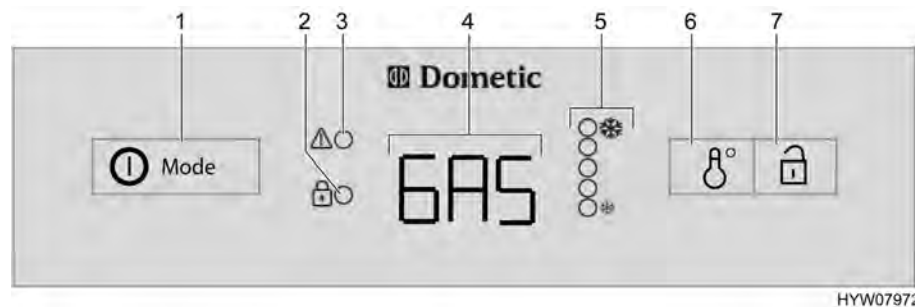

Fig. 159 Boutons de commande pour le réfrigérateur (Dometic Série 8 avec AES)
En cas de dysfonctionnement, l'indicateur DEL de dysfonctionnement "⚠" (Fig. 159,3) clignote.
Lorsque l'alimentation 230 V n'est **pas** branchée et le moteur du véhicule est à l'**arrêt**, le AES choisira automatiquement l'alimentation en gaz. Dès que le fonctionnement au gaz est activé, la veilleuse de sécurité s'ouvre automatiquement, de sorte que le gaz peut arriver au brûleur. En même temps, l'allumage électronique est connecté. Si la flamme s'éteint, p. ex. en raison d'un courant d'air, l'allumage s'active automatiquement et rallume le gaz. En cas de dysfonctionnement du régime au gaz, le texte "GAS" clignote dans le voyant de contrôle (Fig. 159,4).
Lorsque le réfrigérateur est mis en marche, il choisit automatiquement la température moyenne du thermostat. Ce réglage peut cependant être corrigé manuellement à l'aide d'interrupteur réglage de la température (Fig. 159,6). Les indicateurs DEL (Fig. 159,5) indiquent le réglage du thermostat sélectionné. La température de réfrigération de tous les trois types d'énergie est réglée par le même interrupteur. Il faudra attendre quelques heures jusqu'à ce que le réfrigérateur ait atteint sa température normale de réfrigération. Il garde toutefois son réglage de température lorsqu'on change d'un mode à un autre. La température de réfrigération est maintenue indépendamment du type d'énergie choisi.
- Appuyer sur le commutateur/sélecteur de source d'énergie (Fig. 159,1) pendant 2 secondes pour mettre l'appareil en marche. Le dernier mode de fonctionnement sélectionné est indiqué dans le voyant de contrôle (Fig. 159,4).
- Choisir le type d'énergie à l'aide du commutateur/sélecteur de source d'énergie (Fig. 159,1).
- Régler la température de refroidissement sur l'interrupteur de réglage de la température (Fig. 159,6). Les indicateurs DEL (Fig. 159,5) indiquent le réglage du thermostat sélectionné.
- Appuyer pendant 2 secondes sur le commutateur/sélecteur de source d'énergie (Fig. 159,1). Tous les indicateurs s'éteignent.